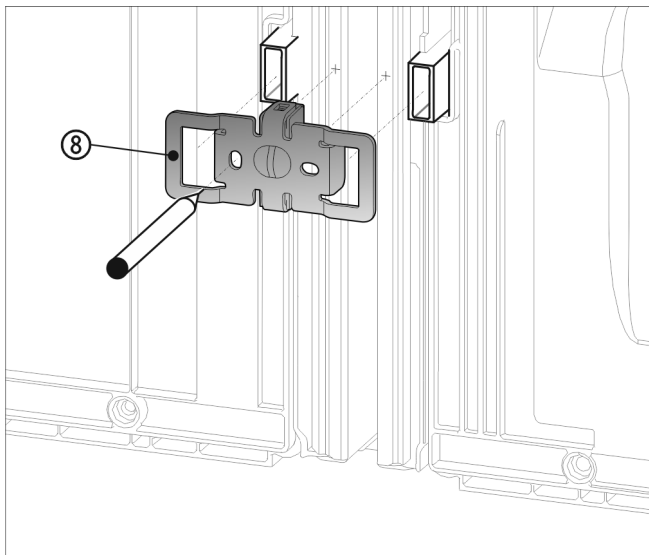

Fig. 20
- Spingere la squadretta Fig. 20 (8) con gli incavi sull'alloggiamento per i distanziatori a parete.